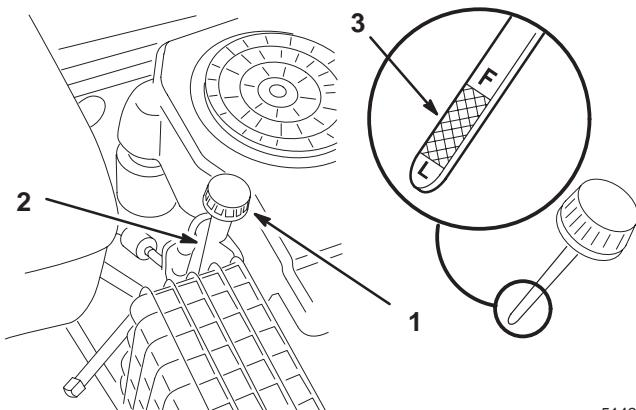

Figure 16
2. Nettoyez la surface autour de la jauge d'huile (Fig. 16) pour éviter que des impuretés ne s'introduisent dans le goulot de remplissage, ce qui risquerait d'endommager le moteur.
3. Dévissez la jauge d'huile et essuyez soigneusement l'extrémité métallique (Fig. 16).
4. Renfoncez la jauge complètement dans le tube de remplissage sans la visser (Fig. 16). Sortez de nouveau la jauge et examinez l'extrémité métallique. Si le niveau est bas, versez lentement une quantité d'huile suffisante dans le goulot de remplissage pour amener le niveau au repère du plein ("F"), sans le dépasser.
6. Versez lentement environ 80% de la quantité d'huile spécifiée à la page 22 dans le goulot de remplissage (Fig. 16). Vérifiez le niveau d'huile (voir Contrôle du niveau d'huile, page 22). Versez avec précaution suffisamment d'huile pour que le niveau atteigne le repère maximum ("F") sur la jauge.